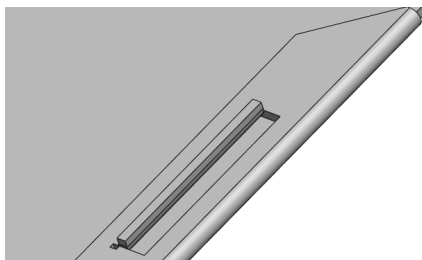

图 13-84 创建边线法兰特征效果
(15) 单击【确定】按钮, 即可创建边线法兰特征，以带边色上色样式显示模型，效果如图 13-84 所示。